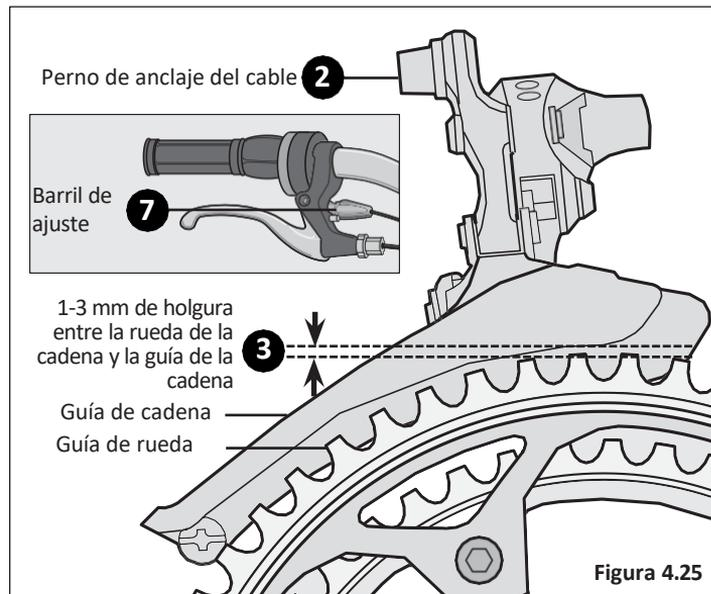

Figura 4.25
- 2 Desconecte el cable del desviador delantero del perno de anclaje del cable. **Figura 4.25**